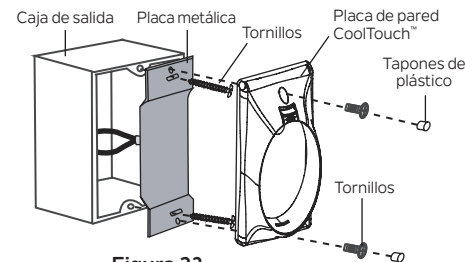

Figura 23
Paso 2. Instale la placa de metal y la placa de pared CoolTouch™ en la caja de salida existente en la pared con los 4 tornillos provistos. Introduzca los dos tapones de plástico en la placa de pared. (Figura 23)